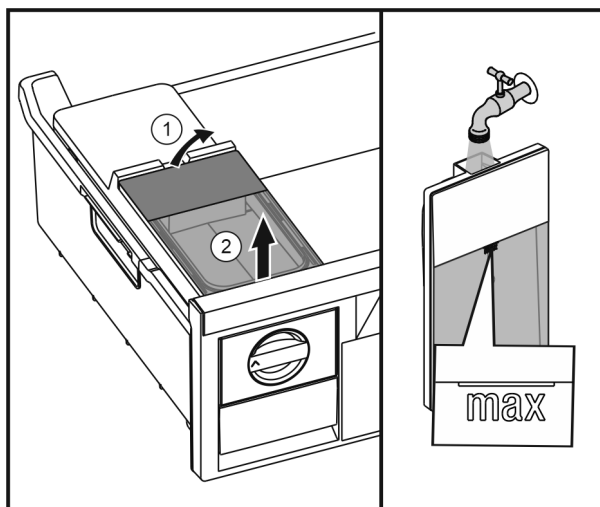

Fig. 32
- ▶ Podnieść zbiornik wody od tyłu Fig. 32 (1) i wyjąć go do góry Fig. 32 (2).